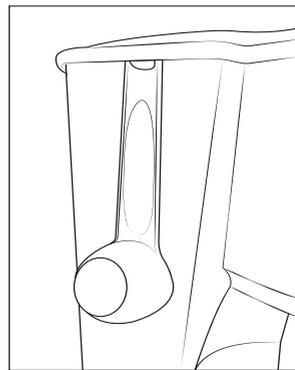

Fig. 4
- 4) Coloque la cuchara dosificadora **12** en la jarra **6** para guardarla. Como alternativa, cuelgue la cuchara dosificadora **12** en el borde lateral del depósito de agua **10** (consulte la fig. 4):